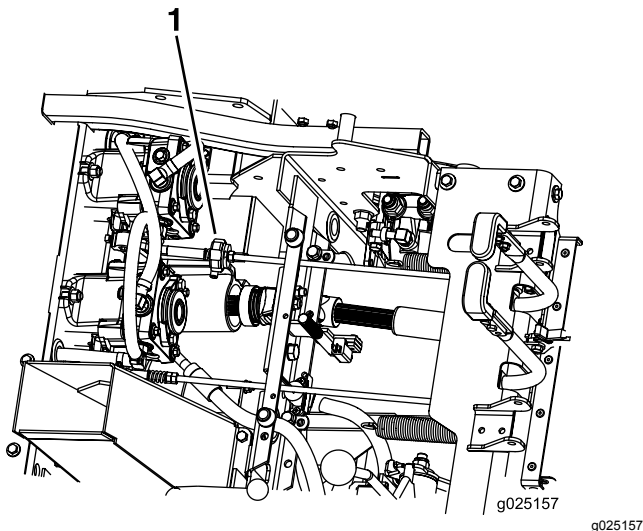

Figura 42
6. Asegúrese de que la máquina no se desplace en punto muerto con el freno de estacionamiento quitado (Figura 42).